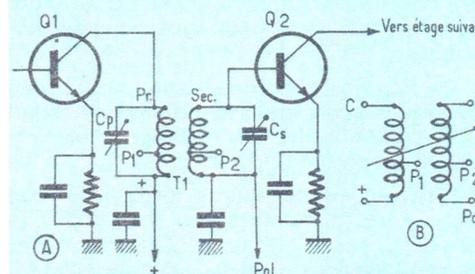

Figure 5
On les utilise surtout dans les amplificateurs MF ou HF spéciaux à accord fixe. En effet, ce mode de liaison nécessite des caractéristiques constantes ce qui n'est pas réalisable avec des accords variables, comme on l'a vu plus haut. La **figure 5** donne le schéma de montage avec filtre de bande à transformateur à deux circuits accordés. En (A) on montre le transformateur  $T$  composé du primaire  $PR$  et du secondaire  $S$ , tous deux accordés par des condensateurs ajustables  $C_p$  et  $C_s$ , de plus on prévoit souvent des prises  $P_1$  et  $P_2$  sur les enroulements pour augmenter la sélectivité.